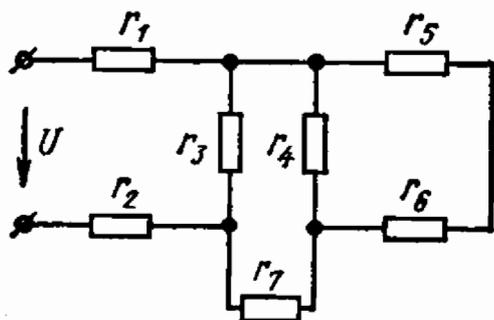

Рис. 1.20
1.20. Найти распределение токов схемы рис. 1.20, если сопротивления ветвей $r_1 = 2 \text{ Ом}$, $r_2 = 6 \text{ Ом}$, $r_3 = 3 \text{ Ом}$, $r_4 = 3 \text{ Ом}$, $r_5 = 1 \text{ Ом}$, $r_6 = 5 \text{ Ом}$, $r_7 = 4 \text{ Ом}$ и напряжение на входе $U = 220 \text{ В}$.